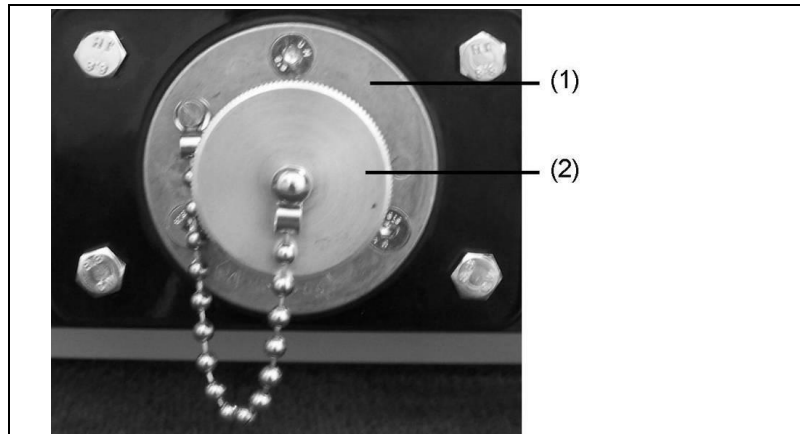

Abb. 5-10: Anschluss-Steckdose für 12V-Zubehör
1. Schutzkappe (Abb. 5-10-(2)) der 12V-Anschluss-Steckdose (Abb. 5-10-(1)) entgegen dem Uhrzeigersinn abschrauben.
6. Schutzkappe (Abb. 5-10-(2)) der 12V-Anschluss-Steckdose durch Drehen im Uhrzeigersinn anschrauben.